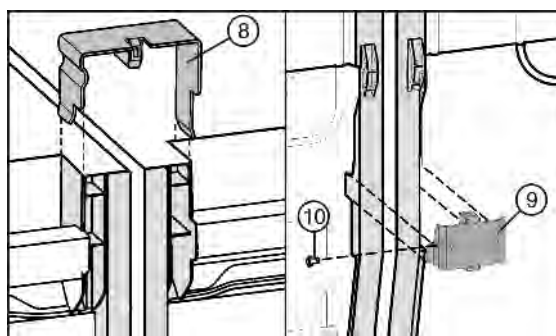

Fig. 7
- Вставьте соединительную скобку Fig. 7 (8) сверху в средние боковые стенки.
- Вставьте соединительный уголок Fig. 7 (9) снизу в соответствующий вырез.
- ▶ Если соединительный уголок сидит свободно, установите винт Fig. 7 (10).